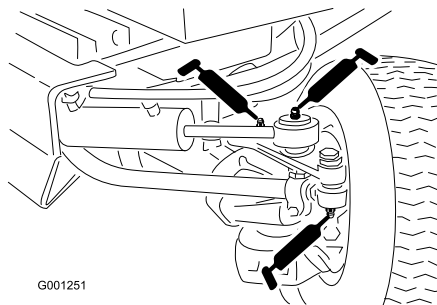

Figura 44
- Extremidades da haste do cilindro (2) (Figura 44)
- Pino de articulação do eixo (Figura 44)
- Rótulas de direcção (2) (Figura 44)